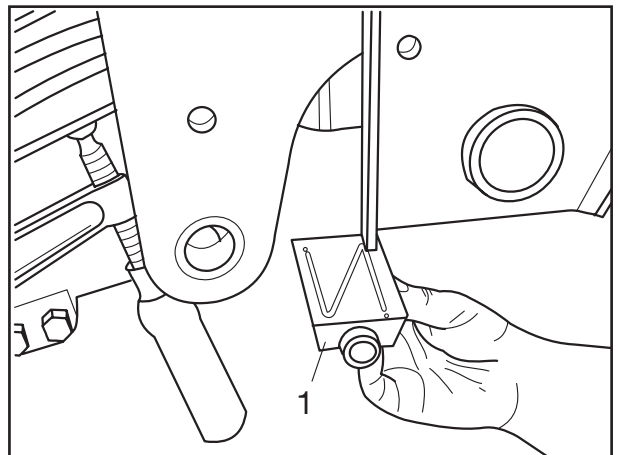

Fig. 17
- [31] Gleitstück (Fig. 17/1) bzw. Gummirolle mit Rohr
[31] Check slider (Fig. 17/1) or rubber roller with tube for wear, exchange if necessary and insert into the equalizing beam (grease nipple on slider must point to axle).
[31] Vérifier l'usure de la pièce de glissement (fig. 17/1) ou du rouleau en caoutchouc avec un tube et, le cas échéant, remplacer et insérer dans le balancier (le graisseur sur la pièce de glissement doit être tourné vers l'essieu).